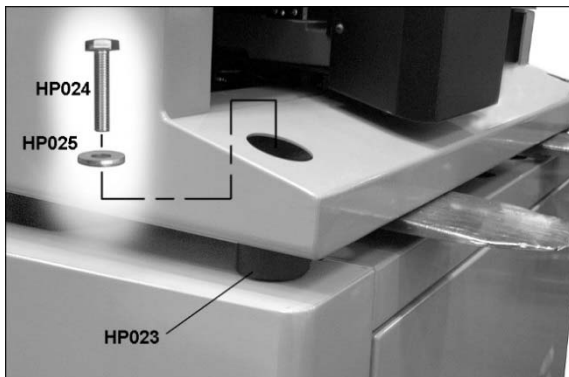

Figura 7-17
2. Coloque los pies de goma (HP023, Figura 7-17) sobre los agujeros en el pedestal.
4. Quite correas e inserte cuatro tornillos con arandelas planas (HP024/025, Figura 7-17) sin apretar para asegurarse de que los agujeros estén alineados. Apriete los tornillos.